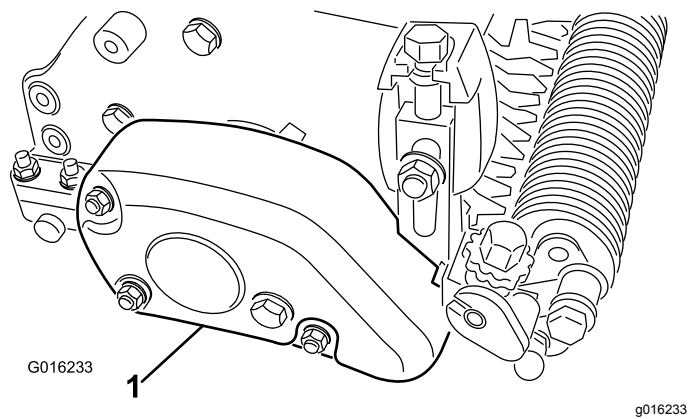

Figura 19
3. Monte la cubierta de la nueva correa en la carcasa del groomer con 3 contratuercas (**Figura 19**).